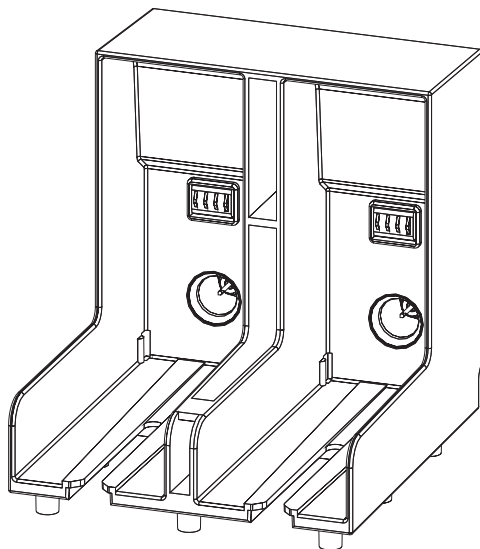

图 6-3: 盒架插槽
- 5 把盒按键对准适当的盒架插槽（第 6-4 页的图 6-3），然后把新墨水盒插入墨水盒架。